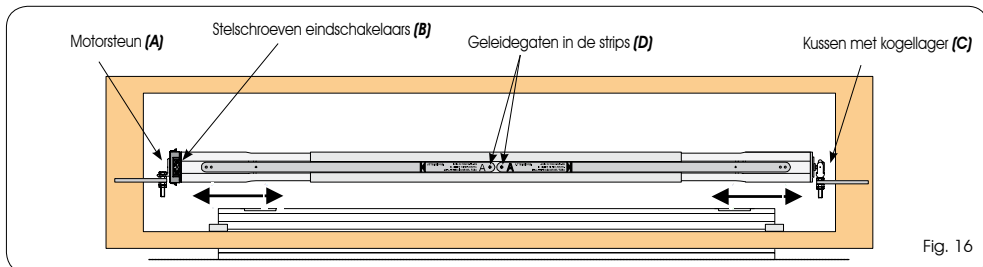

Fig. 16
1. Plaats de kop van de motor in de snelkoppeling die op de motorsteun zit (Fig.16 ref.A). De motor moet zo geplaatst worden dat de stelschroeven van de eindschakelaars te bereiken zijn (Fig.16 ref.B).
2. Verschuif de telescopische componenten van de elektrische as, totdat de eindstop op het lager zit dat in het kussen met kogellager van de eindstop aanwezig is (Fig.16 ref.C).
3. Controleer of de as perfect horizontaal zit, en wijzig eventueel de hoogten van het kussen met kogellager (Fig.16 ref. A-C) met het moer-borgmoersysteem.
5. Maak een gat met een ijzerboor  $\varnothing$  5mm ter hoogte van de geleidegaten in de strips (Fig.16 ref.D).
6. Schroef in de gaten (Fig.16 ref.D) de meegeleverde zelftappende schroeven (Fig.1 Ref. 11) zodat de componenten van de as stevig aan elkaar worden vastgezet.
2. Haal de schroef los waarmee de strip is vastgezet (Fig.16 ref.D)